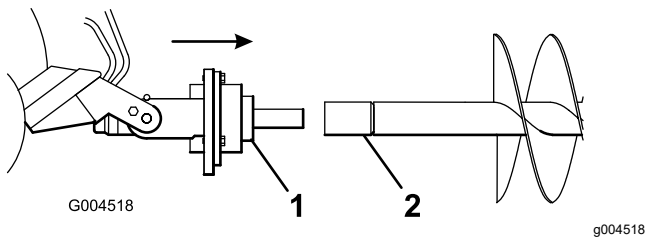

Figura 7
8. Maniobre para que el eje de transmisión entre en el extremo del eje del taladro o del alargador (si se aplica), tal y como se muestra en la Figura 7.